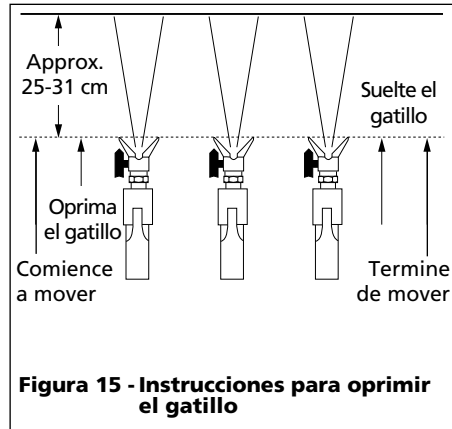

**Figura 14 - Ejemplo del resultado de mover la muñeca cuando pinta**
2. Mueva la pistola de manera pareja. Mueva la pistola de manera pareja manteniéndola perpendicular a la superficie (Vea la Figuras 13 & 14). No abanique la pistola, pues esto puede causar malgasto de pintura (debido al exceso de rociado) y la cobertura será dispareja (Vea la Figura 14).